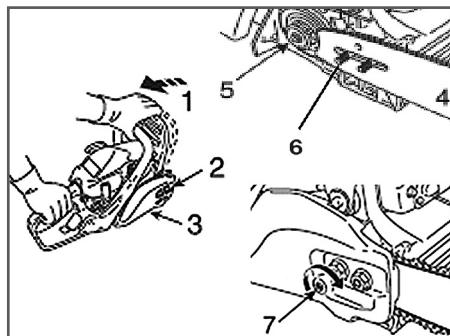

Рис. 2 Установка шины
- Перед установкой шины и цепи убедитесь в том, что тормоз цепи находится в расторможенном положении. Для этого ручку тормоза 1 (Рис.2) потяните на себя до щелчка.
- Открутите гайки 2 и снимите крышку шины 3 (Рис. 2).
- Установите шину 4 пазом на шпильки крепления шины 6 и передвиньте ее в сторону муфты сцепления 5 для облегчения установки цепи (Рис. 2).
5. Вращая винт натяжителя цепи 7 (Рис. 2) против часовой стрелки, установите палец натяжителя в крайнее левое положение. Установите на место крышки шины 3 (Рис. 2).
8. Отрегулируйте натяжение цепи (см. раздел «Регулировка натяжения цепи») вращая винт натяжителя цепи 7 (Рис. 2) по часовой стрелке.